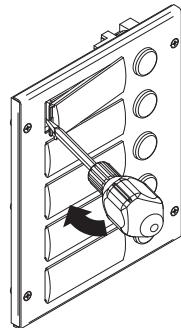

Fig. 14
- Faire levier avec le tournevis comme illustré sur la **Fig. 14** pour enlever le porte-étiquette (faire attention à ne pas abîmer la plaque) ;